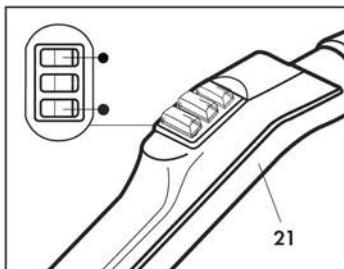
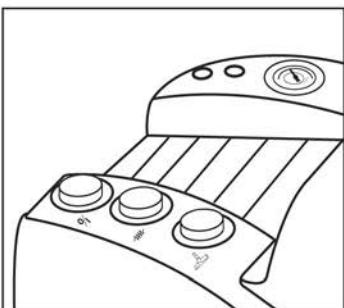

Fig. 14
Fig. 15
Pour arrêter l'appareil débrancher les interrupteurs de commande de la vapeur et de l'aspiration placés sur la poignée (21) (**Fig. 14**); débrancher les interrupteurs placés sur l'appareil (**Fig. 15**) et débrancher la fiche de la prise de courant.